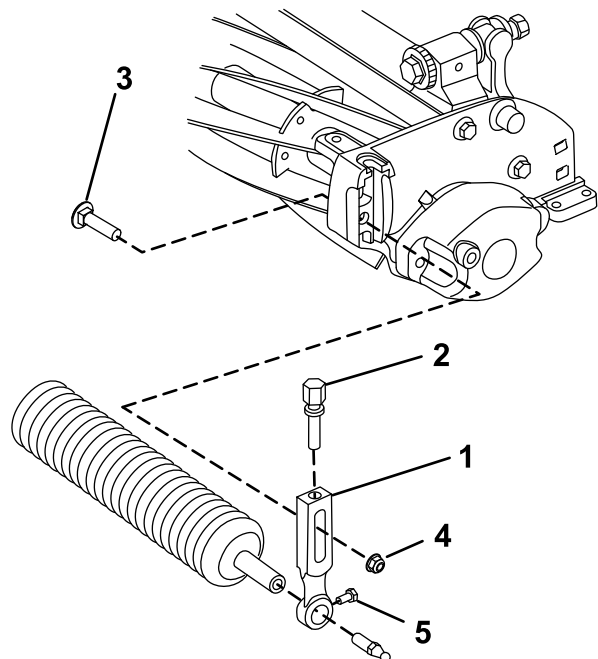

図 3
1. X刈高アーム左右のどちらか1本をカッティングユニットのサイドプレート固定しているブラウボルトとフランジロックナットを外す 図 3。
2. X刈高アームについているローラ取り付けねじをゆるめる 図 3。
3. カッティングユニットの反対側で、X刈高アームにローラシャフトをはめ込む 図 3。
4. X刈高アームをローラシャフトにはめ込む 図 3。
5. 先ほど外したX刈高アームとボルト・ナットを使って、ローラをカッティングユニットに仮止めする 図 3。
7. 調整ができればローラ取り付けねじを締め付ける 図 3。